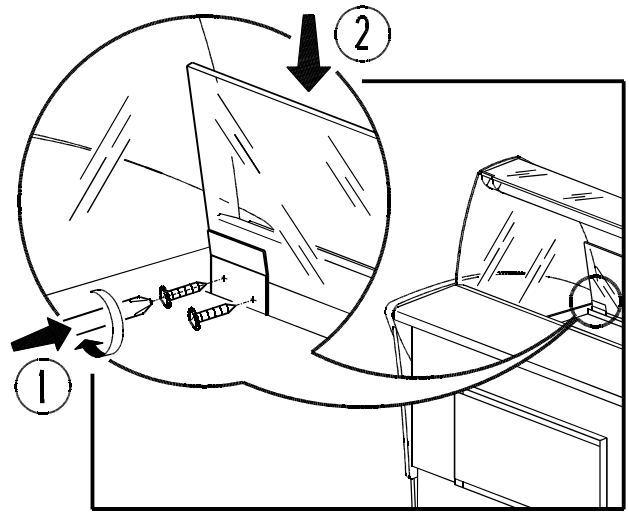

FIG. 9
- Nella versione ventilata, montare il vetrino antiappannante (FIG. 9 pag. 3).
- In the fan assisted version assemble the anti-mist glass (FIG. 9 page 3)